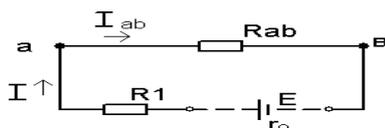

рис. 3
- 2.5. Эквивалентное сопротивление цепи относительно зажимов источника (рис. 3):
3. Определим ток всей цепи: (закон Ома для цепи, рис. 3).
- 4.1. $I_1 = I_{ab} = I = 5\text{ А}$ (схема рис. 3);